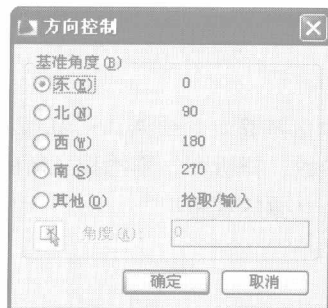

图 1-2 “方向控制”对话框
(3) 【方向】按钮:单击该按钮,系统将弹出“方向控制”对话框,如图 1-2 所示。可